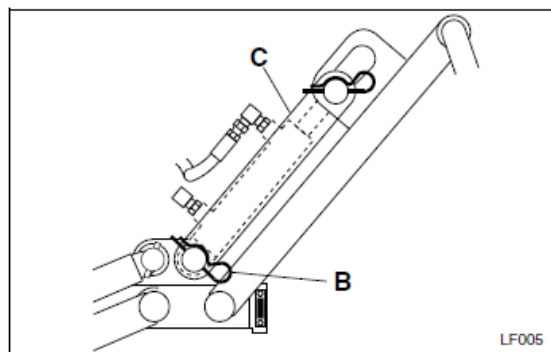

Figure 4B
3. 固定バー (C) を油圧シリンダー支点とリフトアームの間に渡し、ピン (B) でしっかり取り付けてください。(図 4B 参照)